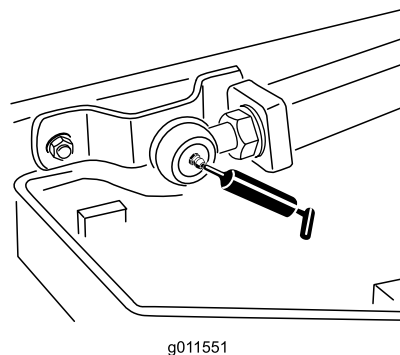

Figure 43
- Rotules de bras de relevage (2) (Figure 43).